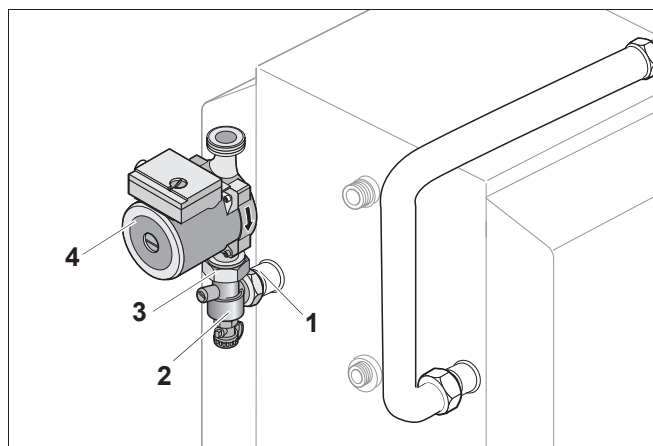

Рис. 9 Присоединение трубы подающей линии к баку-водонагревателю
- Уложить уплотнение (рис. 9, **поз. 1**) в накидную гайку углового обратного клапана (рис. 9, **поз. 2**) и прикрутить к подающей линии бака.
- Уложить уплотнение (рис. 9, **поз. 3**) для насоса в другую накидную гайку углового обратного клапана (рис. 9, **поз. 2**) и прикрутить загрузочный насос (рис. 9, **поз. 4**) с направлением потока вниз к угловому обратному клапану.